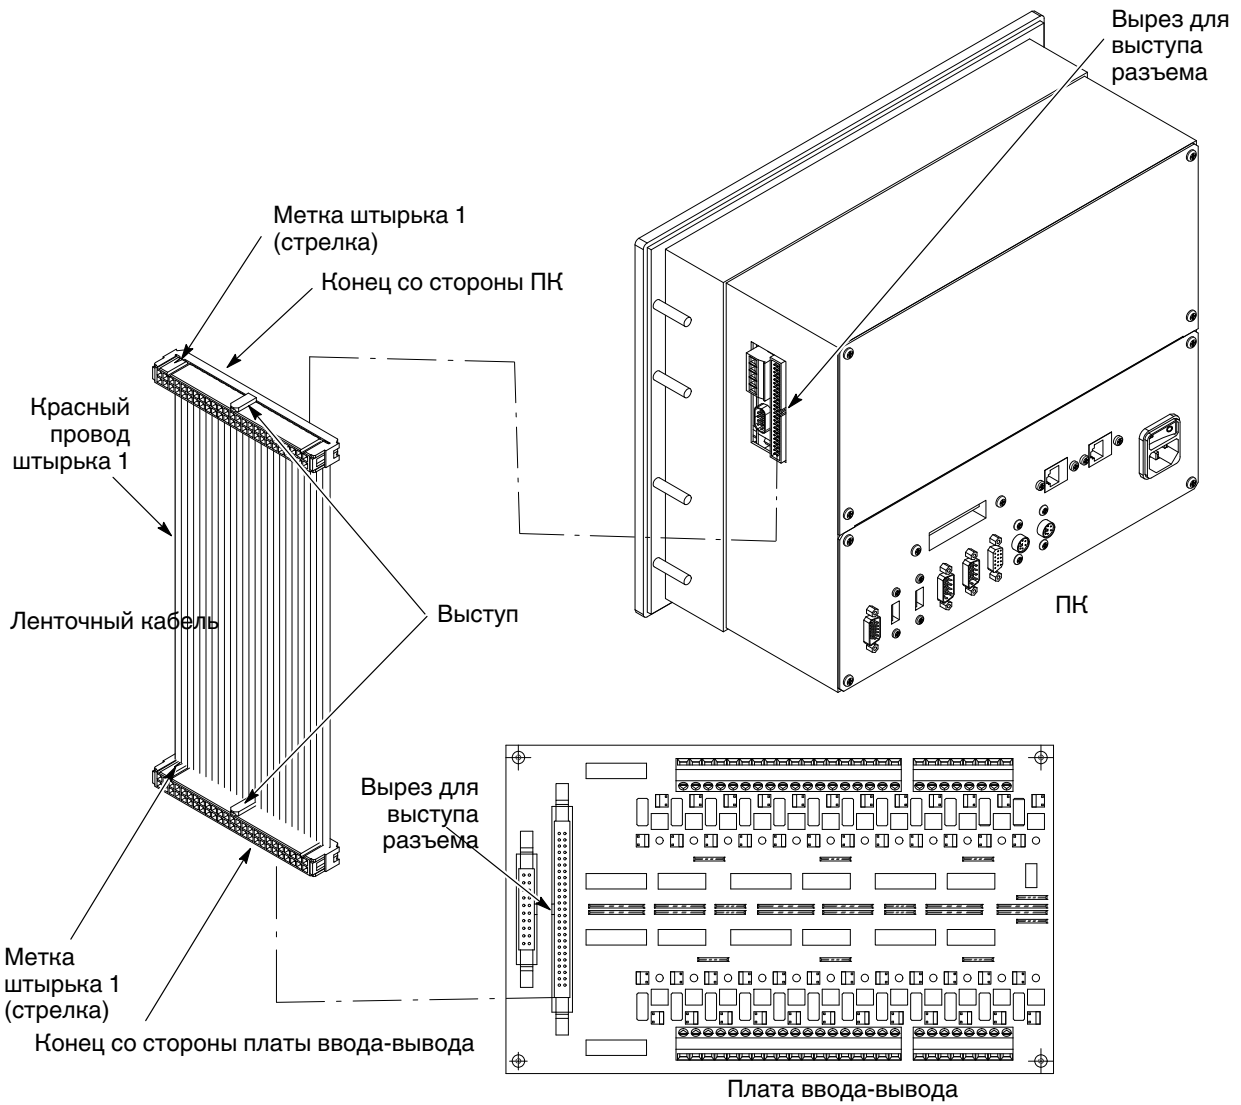

Рис. 5-4 Подсоединение ленточного кабеля ПК-плата ввода-вывода
3. См. рис. 5-4. Вместе с ПК поставляется новый ленточный кабель. Он используется для подключения ПК к цифровому модулю ввода.